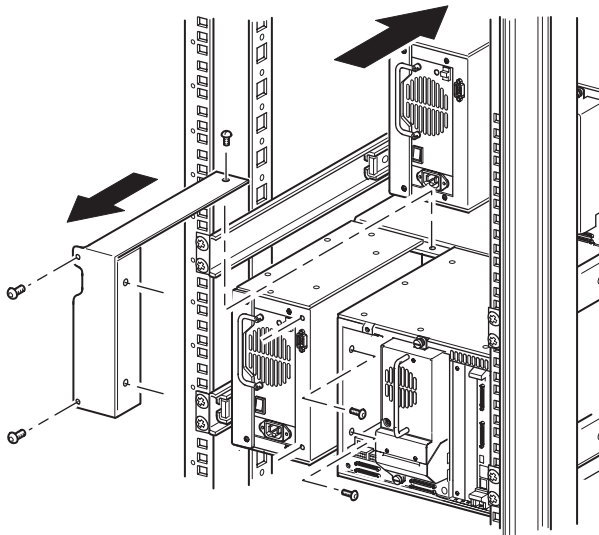

Figura 2–8: Rimozione della piastra di copertura del meccanismo PTM
- c. Utilizzando un cacciavite Phillips n. 2, rimuovere le viti che fissano la piastra di copertura del meccanismo PTM sulla parte posteriore dello chassis di ciascuna libreria (vedere la Figura 2–8).
4. Installare l'unità PTM di base (vedere la Figura 2–9).